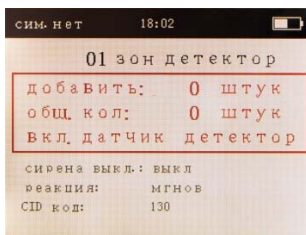

Рисунок 17
**Запись нового детектора.** Нажмите кнопку «МЕНЮ», на дисплее появится основное меню настроек. Нажимайте кнопки «ВВЕРХ/ВНИЗ» для выбора раздела «устройства». Нажмите «ОК» для подтверждения выбора. Нажимайте кнопки «ВВЕРХ/ВНИЗ» для выбора пункта «детектор» (Рис. 10), затем нажмите кнопку «ОК» для подтверждения выбора. В меню программирования детектора (Рис. 10), выберите номер свободной зоны для детектора (01-99) как показано на рисунке 16, затем нажмите кнопку «ОК» для подтверждения выбора. Вставьте батарею в датчик, прозвучит звуковой сигнал, система запомнит детектор для выбранной зоны (Рис. 17).